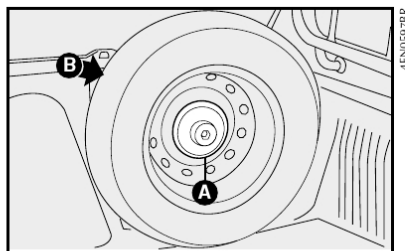

fig. 12
- conforme a versão, desatarraxar o pino-suporte da roda sobressalente **A-fig. 12, 13** ou **14** e retirar a mesma de sua sede **B-fig. 12, 13** ou **14**;
- Para a Pick-up Strada, colocar a roda substituída em uma de suas sedes (na cabine de passageiros ou no compartimento de carga) fixando-a adequadamente com o pino-suporte **A-fig. 12, 13** ou **14**.